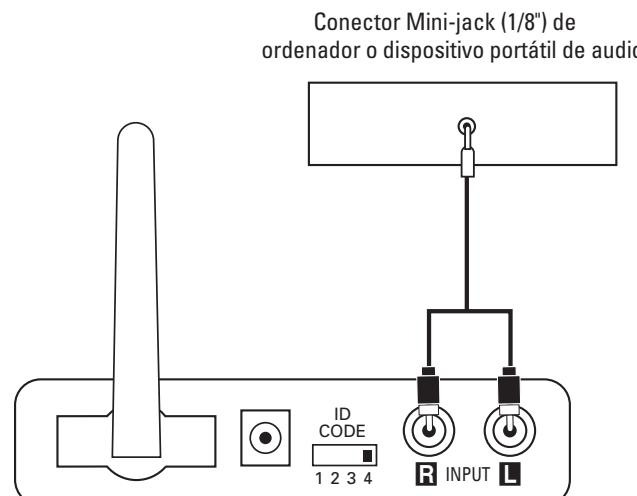

Figura 5.
Paso 1. Conecte el cable RCA–mini jack 1/8" (incluido) entre las salidas preamplificadas, de línea o para auriculares de su reproductor portátil de audio y las entradas del módulo transmisor ⑭, tal como muestra la Figura 5.